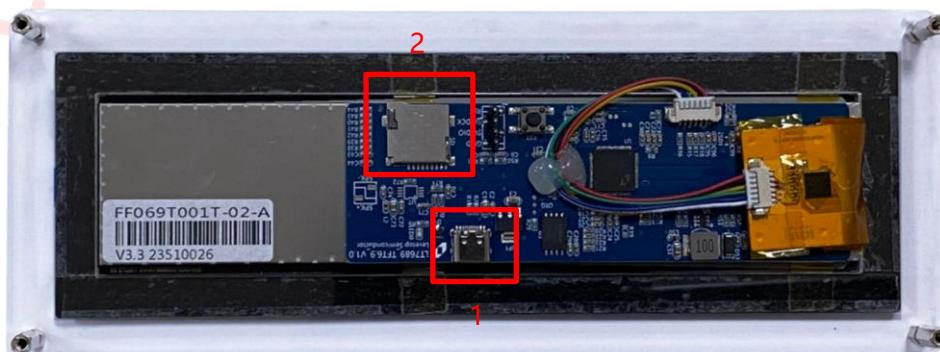

图 2-11：LT7689 演示板示意图
3、接口如图 2-11 所示，1 处 USB 口连接电脑供电，将已经准备好的 SD 卡插入下图标注 2 的 SD 卡槽，重新上电或按下复位按键后会自动检测到 SD 卡插入，并进入升级模式。